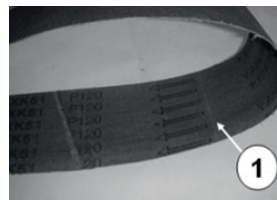

Рис.3
- Возьмите шлифовальную ленту необходимого размера и с помощью указателей (1) на внутренней стороне шлифовальной ленты (рисунок 3), определите направление ее движения.